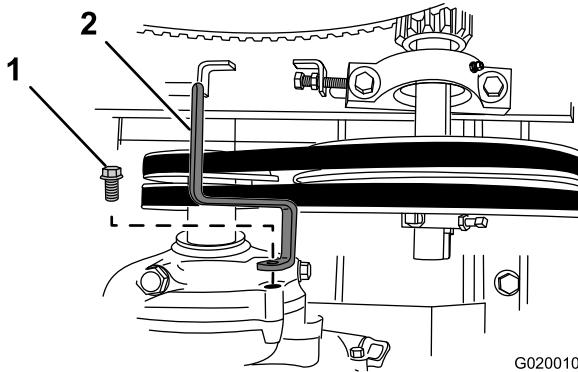

Figure 57
- Retirez le boulon qui fixe le guide-courroies au moteur, et déposez le guide (Figure 57).
7. Fixez légèrement le guide-courroies au moteur (Figure 57) avec le boulon retiré à l'opération 3 de Dépose des courroies \(page 35\).